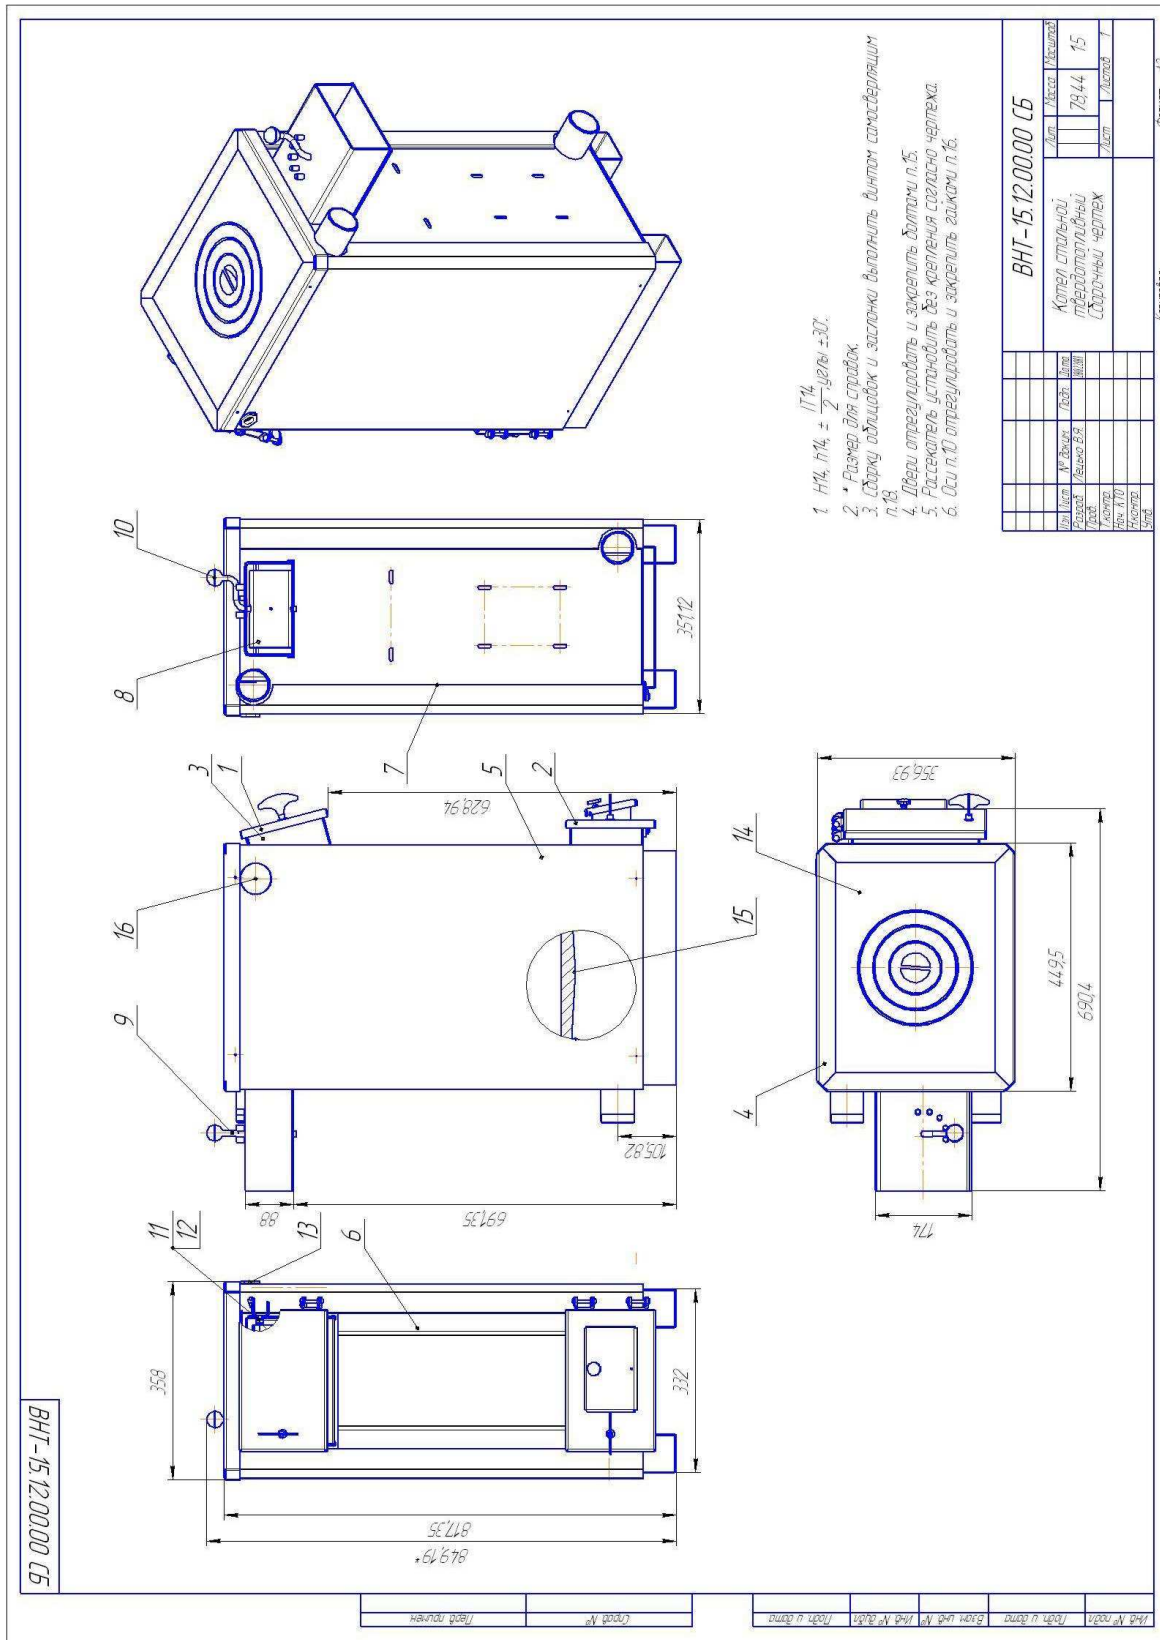

Рис. 1. Устройство котла
3.1. Котёл (рис.1) представляет собой сварную конструкцию из листовой стали, состоящую из камеры сгорания и корпуса котла (теплообменника).
6.3. Полностью открыть: заслонку дымохода (8; рис.1) и шторку подачи воздуха, а при слабой тяге и дверцу зольника (2).
6.7. Для быстрого разогрева котла следует чаще забрасывать топливо малыми порциями, наращивая толщину горящего слоя. При этом заслонка (8, рис.1) и шторка дверцы зольника (2) должна быть полностью открыта.
6.8. При необходимости снизить температуру воды в котле следует частично прикрыть заслонку дымохода (8, рис.1) и шторку дверцы зольника.